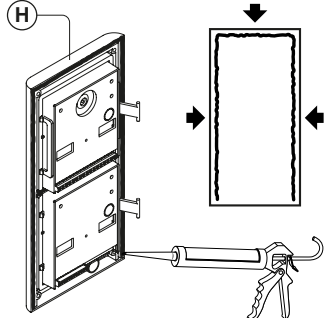

Fig. 51
⚠ Om waterinsijpelingen te voorkomen raden we sterk aan een in silicone afdichting te gebruiken tussen het frame van de modules (H) en de achterste kast. DIT ENKEL AAN DE LINKERZIJDE, BOVENZIJDE, RECHTERZIJDE EN ROND ALLE OPENINGEN. GEBRUIK GEEN SILICONE AFDICHTING AAN DE ONDERZIJDE VAN HET FRAME VAN DE MODULES KAST (Fig.51);